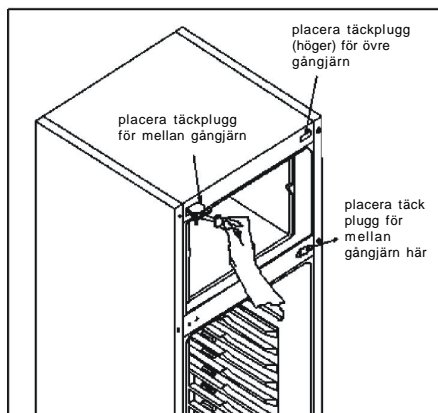
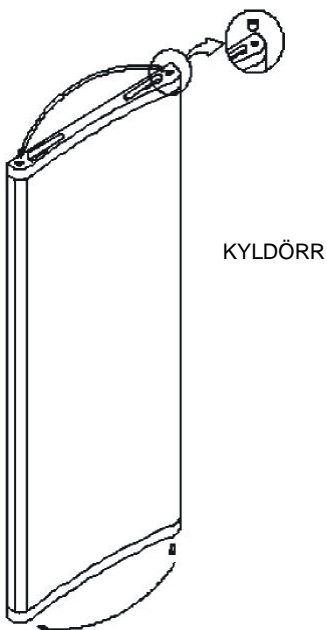

Fig. 6
Fig. 7
- 6- Montera övre gångjärn på vänster sida (Fig. 6). Placera dom två täckpluggarna för mellan gångjärn till höger om gångjärnsfästet (Du hittar dom nya pluggarna i påsen för manualen). Placera täckplugg för mellangångjärnet på vänster sida (du hittar dom i påsen för manuelen). Placera täckplugg för övre gångjärn på höger sida (Du hittar täckplugg för övre gångjärn i påsen för manualen).
7- Flytta täckpluggen från högra hålet till det vänstra enl bild (Fig. 7) (Täckplugg finns i manualpåsen). Flytta den nedre täckplugg och placera den i vänstra hålet enl bild (Fig. 6)